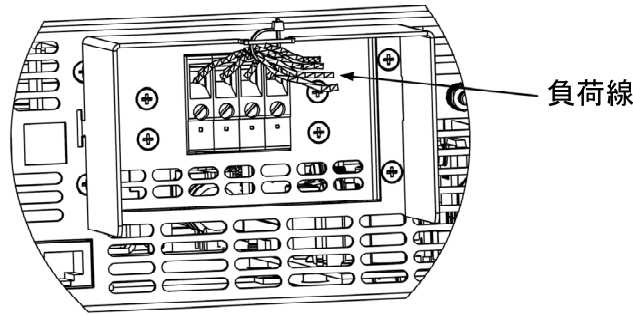

図 2-22 シールドカバーへ負荷線の取付け
- (5) タイラップを使って図 2-22 のように、負荷線をシールドカバーに締付けます。負荷線の抜け防止用です。保護カバー内の線長に余裕を持たせて固定してください。